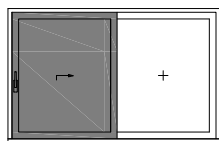

**Fig. 3** Nell'anta inferiore incollare **G151** e **G152** nell'**M430**
11. Parte inferiore dell'anta, inserire le guarnizioni **G151** negli stampati **M430** e incollarle insieme (Fig. 3).